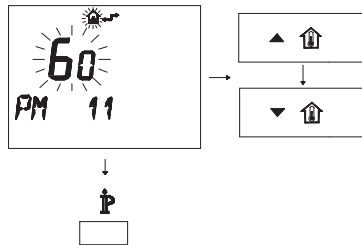

Fig. 5.58
- Per modificare il SET programmato agire sui pulsanti $\blacktriangle \uparrow$ o $\blacktriangledown \uparrow$ e aspettare che il numero programmato cominci a lampeggiare (Fig. 5.58). Ogni passo incrementato o decrementato corrisponde a 1 secondi.